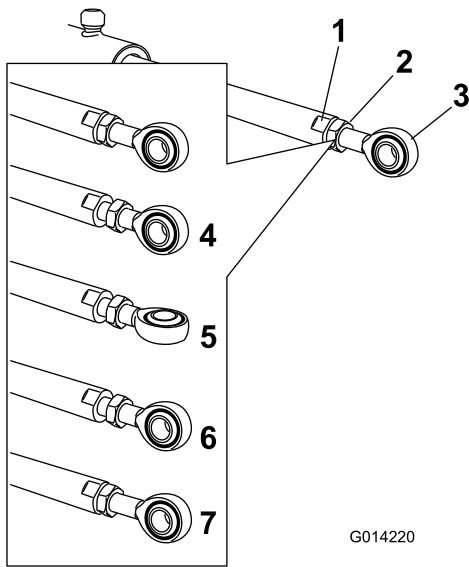

Figura 14
5. Coloque una llave plana sobre las zonas planas del émbolo del actuador para inmovilizarlo, luego afloje la contratuerca para poder manipular la varilla de ojal (Figura 14).
- Gire la varilla de ojal en el émbolo del actuador para acortar o alargar el actuador extendido a la posición deseada (Figura 14).